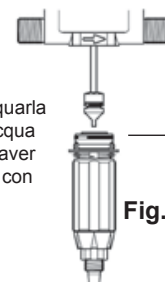

Fig. 7
- 1 - Quando si utilizzano prodotti solubili da mettere in soluzione, si consiglia di smontare periodicamente la parte completa di dosaggio (§ PULIZIA DELLA VALVOLA DI ASPIRAZIONE § SOSTITUZIONE DELLA GUARNIZIONE DI DOSAGGIO), di sciacquarla abbondantemente con acqua pulita, di rimontarla dopo aver lubrificato la guarnizione con silicone (Fig. 7).